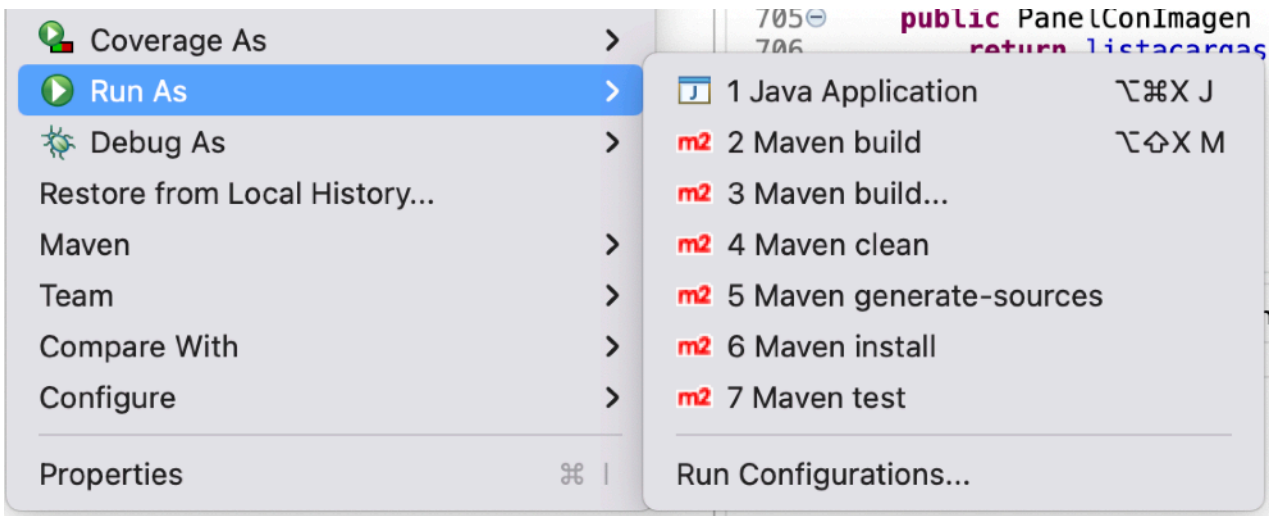

Figura 5.8. Compilación del proyecto
- Se pulsa sobre el botón derecho sobre el proyecto y se selecciona la opción “Run As” como se expone en la Figura 5.8.